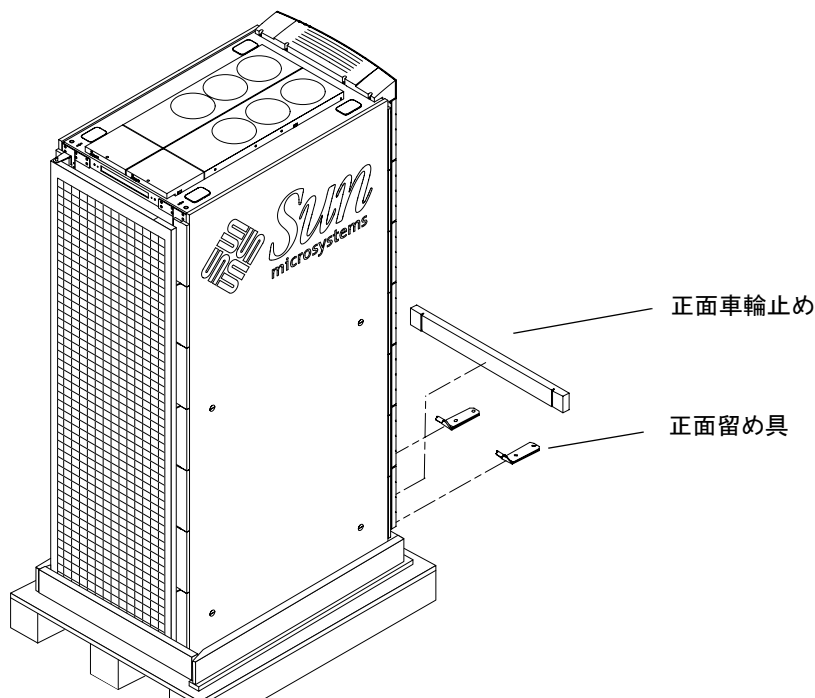

図 3-3 正面留め具および正面車輪止め
2. 高さ調整レンチを使用して、正面留め具を取り外します。留め具は、手順 11 で使用するため、保管しておいてください (図 3-3)。